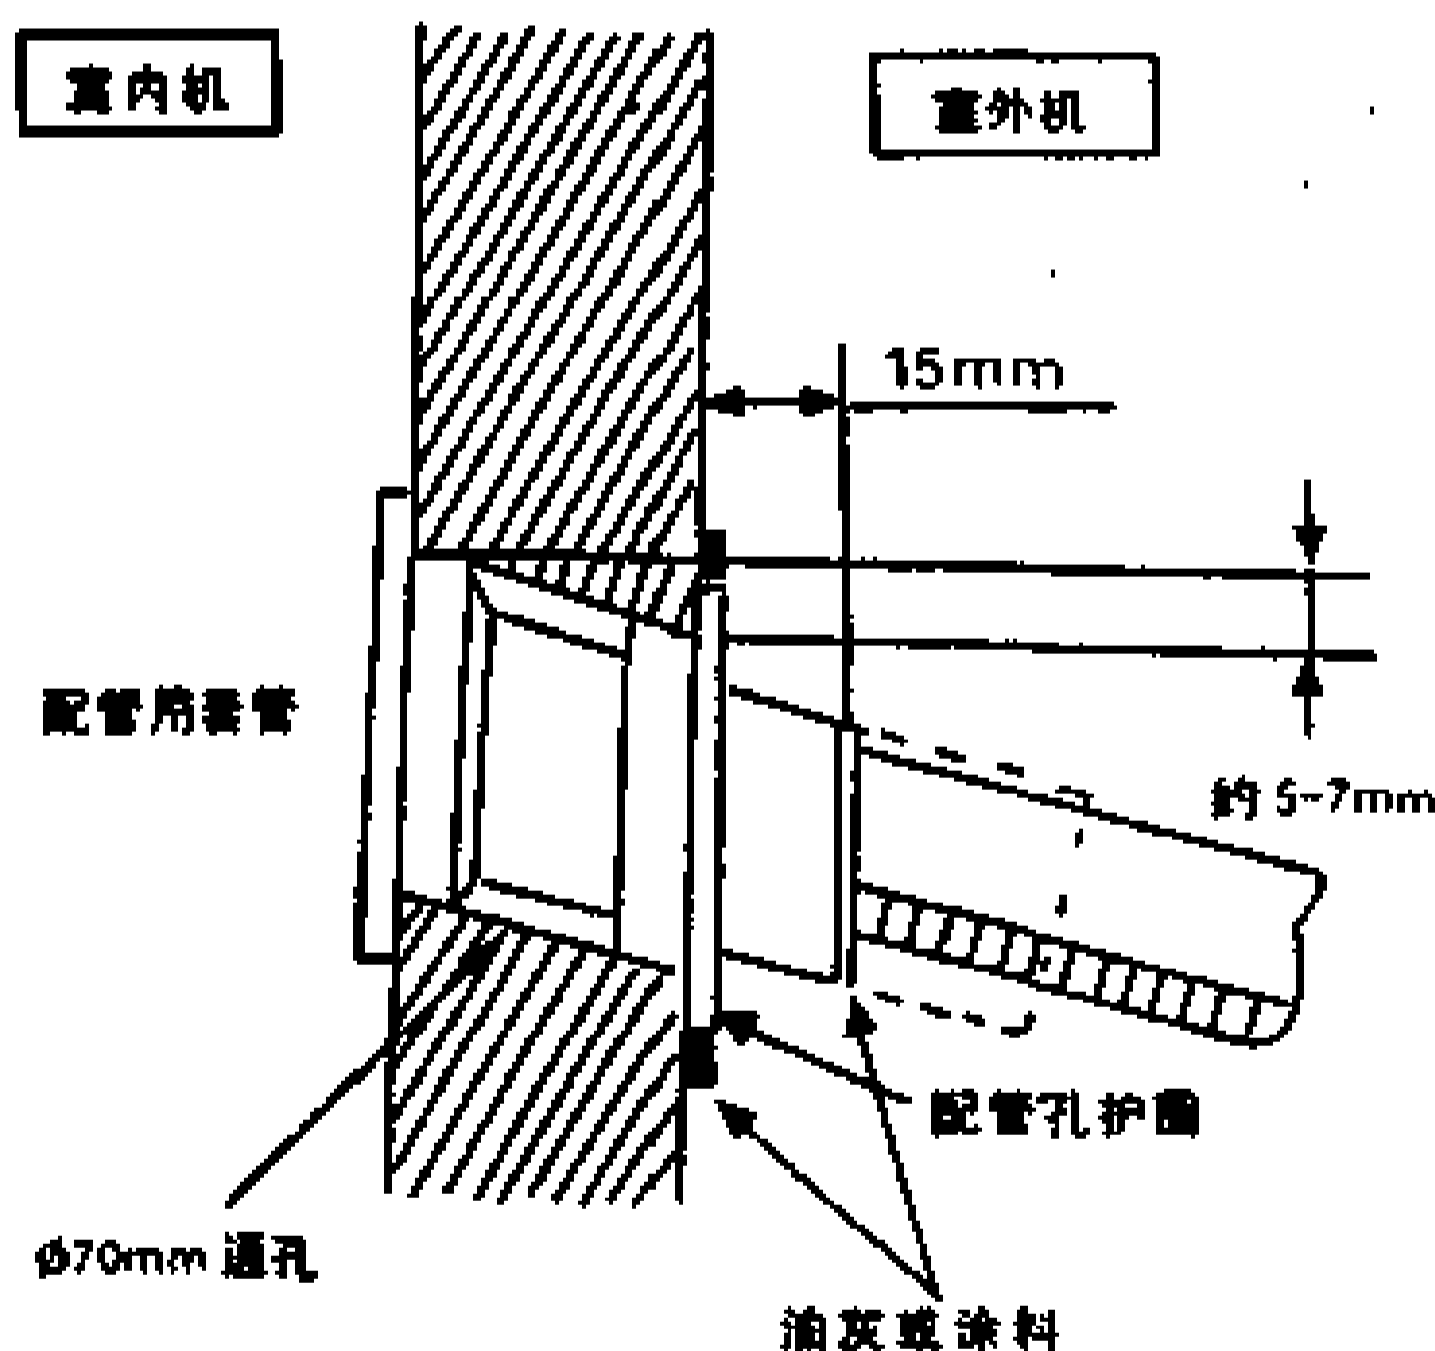

图 8-2-7
(3) 在墙壁上开一个孔并安装配管用套管，如图 8-2-7 所示。